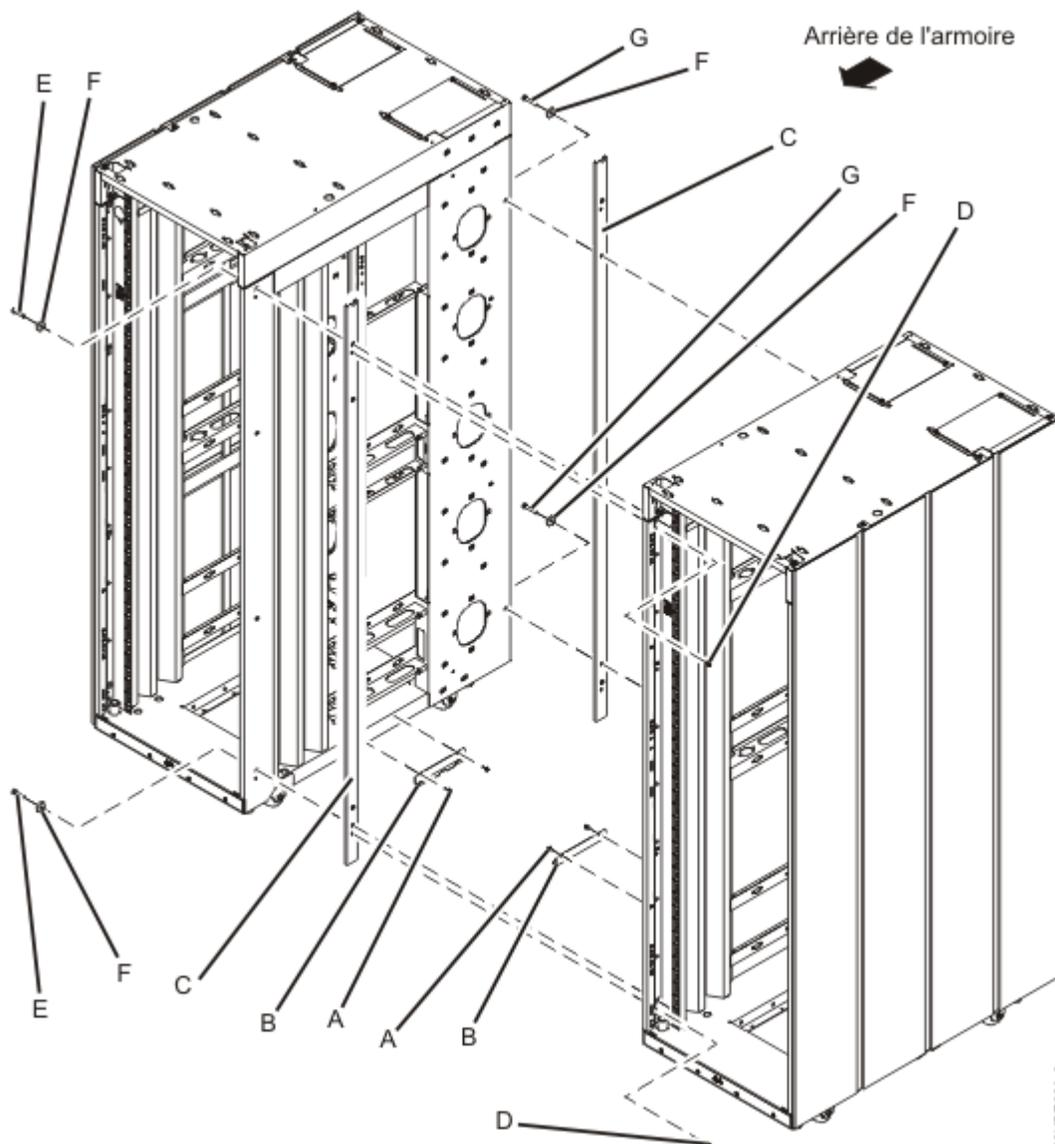

Figure 79. Retrait des panneaux latéraux, du crochet et des vis de butée pour la connexion de plusieurs armoires
4. Utilisez deux vis (**D**) pour installer la pièce d'écartement (**C, à l'avant**). Aligned et installez la pièce d'écartement arrière (**C**), comme indiqué dans Figure 79, à la page 117.
7. Placez une vis (**E/G**) et une rondelle (**F**), comme illustré à la Figure 79, à la page 117, aux quatre emplacements sans les serrer.